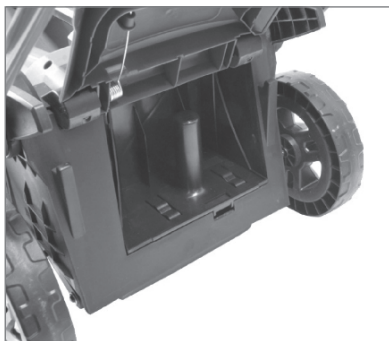

Рис.16
1. Чтобы снять заглушку, поднимите заднюю крышку газонокосилки и вытащите заглушку мульчирования (15). Рис. 16, 17.